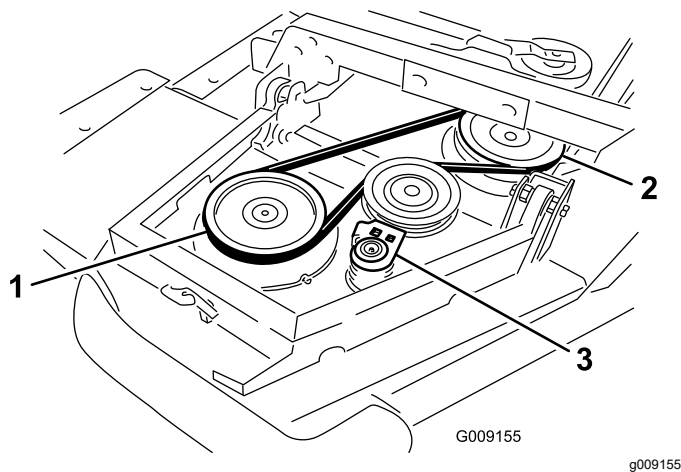

Figure 5
- A. Commencez par chausser la courroie autour de la poulie d'axe de l'ailette et de la poulie d'axe du tablier avant (Figure 5).
- B. À l'aide d'une clé à cliquet ou d'un outil similaire, éloignez la poulie de tension des autres poulies (Figure 5).